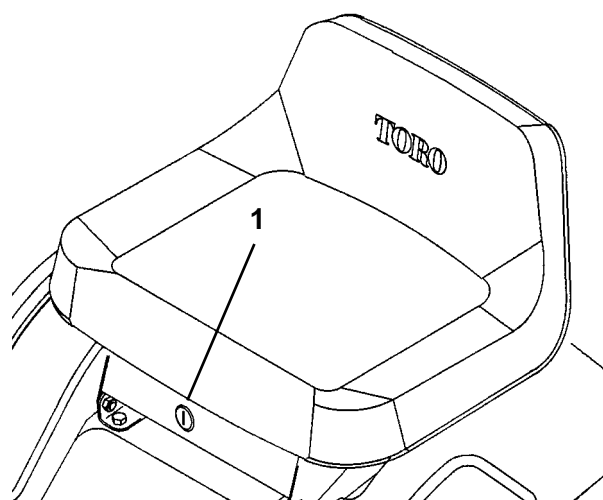
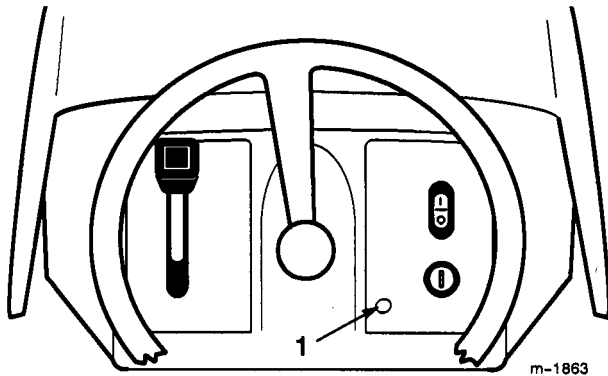

Figure 10
Figure 11
1. Mettre la commande des gaz sur SLOW (LENT) (Fig. 10).
Si l'on est certain de pouvoir tondre ou utiliser un accessoire en marche arrière en toute sécurité, désactiver la fonction de blocage du fonctionnement en marche arrière en tournant le commutateur "Key Choice" (Fig. 10), situé devant et sous le siège, après avoir engagé la lame (PDF). Un voyant rouge s'allume sur la console avant (Fig. 11) pour signaler que le blocage du fonctionnement en marche arrière est désactivé. Une fois désactivée, la fonction de sécurité reste dans ce mode (c.-à-d. la lame de la tondeuse ou l'accessoire commandé par PDF fonctionne chaque fois que le tracteur se déplace en marche arrière), et le voyant de la console reste allumé jusqu'à ce que la lame (PDF) soit désengagée ou que le moteur soit arrêté.